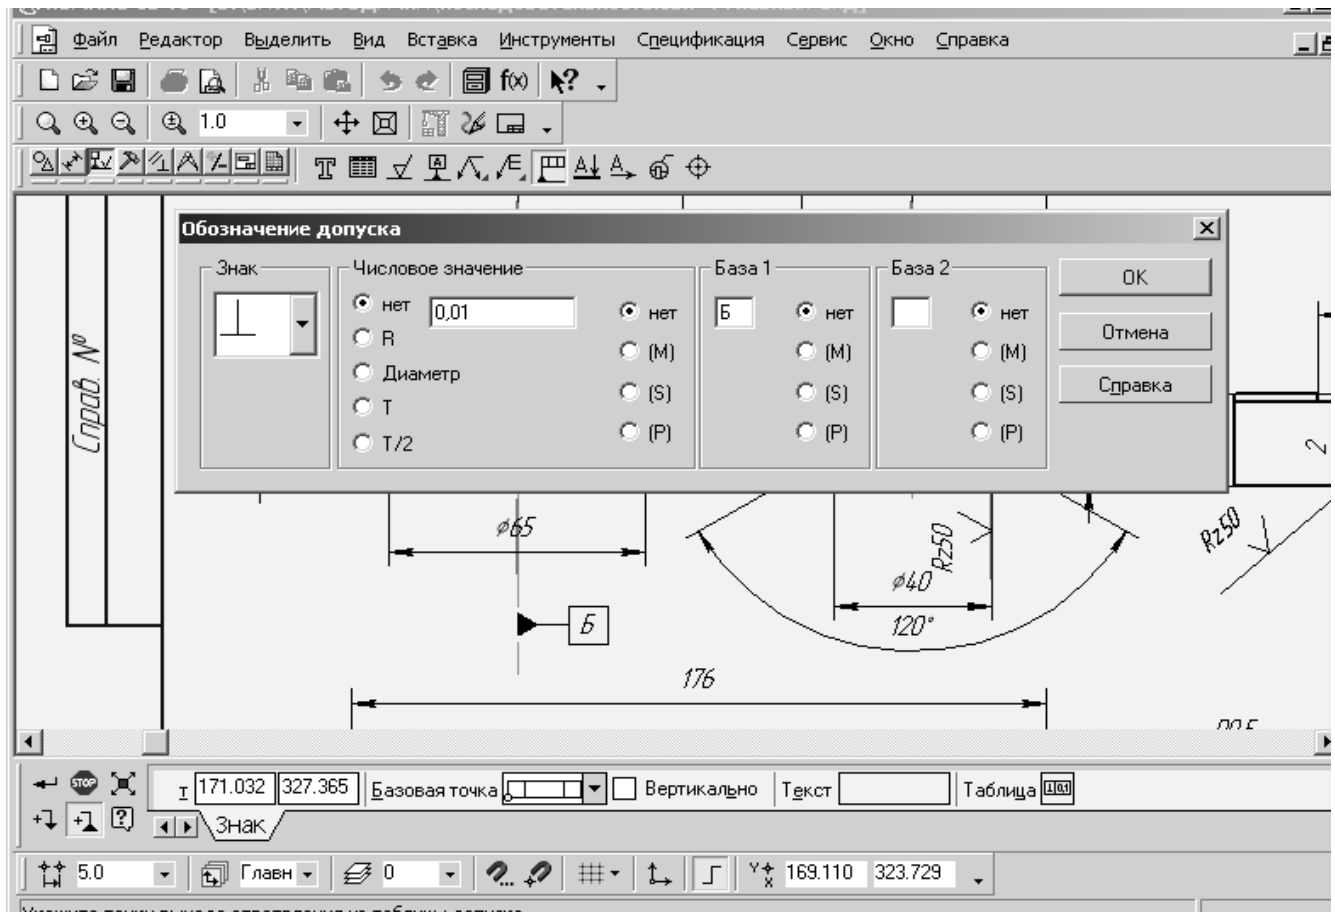

Рис.43.
4. Для простановки допуска формы служит команда **Компактная панель**⇒**Обозначения**⇒**Допуск формы**. Далее следует указать положение таблицы и нажать в **Панели свойств** кнопку **Таблица**. В появившемся меню **Обозначение допуска** проставить допуск отклонение от перпендикулярности на 0,01 от базы В как показано на рис.43. В качестве поверхности указать основание планки